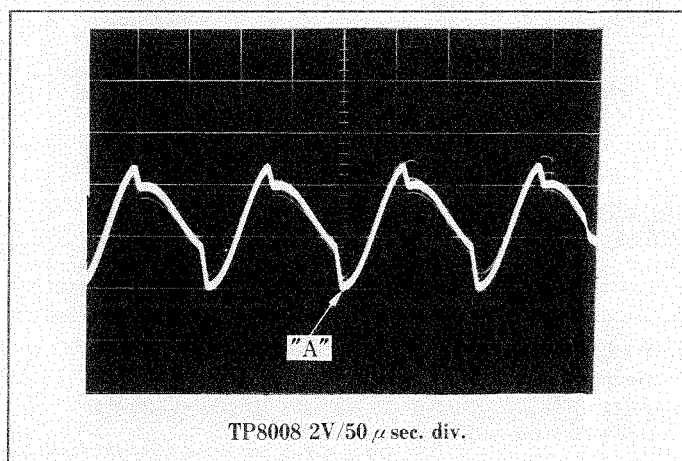

Fig. 29
1. L8015 regeln, bis Punkt "A" die minimale Amplitude entsprechend Fig. 29 erreicht.